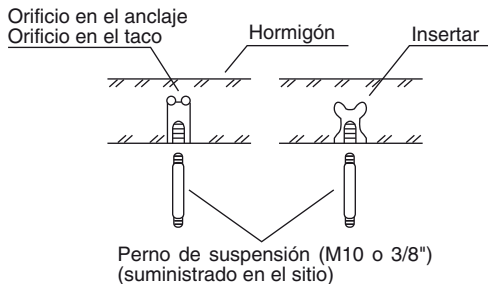
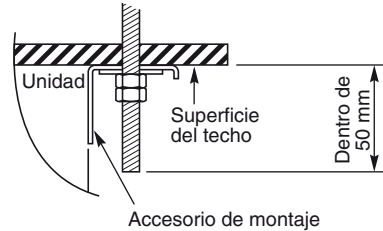

Fig. 3-6
Fig. 3-8
- (2) Taladre orificios en los 4 puntos indicados en el diagrama de escala completa.
- (3) Dependiendo del tipo de techo:
- a) Inserte pernos de suspensión (Fig. 3-6).
- (4) Atornille los pernos de suspensión, dejando que sobresalgan del techo (Figs. 3-6 y 3-7). La distancia de cada uno de los pernos expuestos debe tener la misma longitud dentro de 50 mm. (Fig. 3-8)